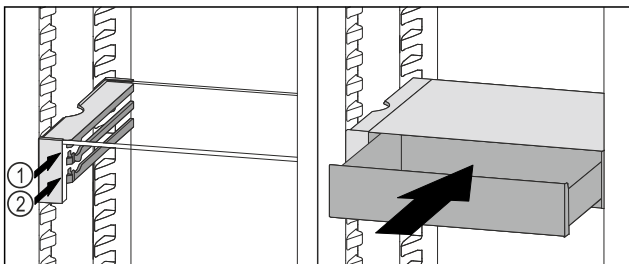

Fig. 183
- Placer le tiroir VarioSafe derrière les butées sur la nervure désirée Fig. 183 (1) ou Fig. 183 (2).